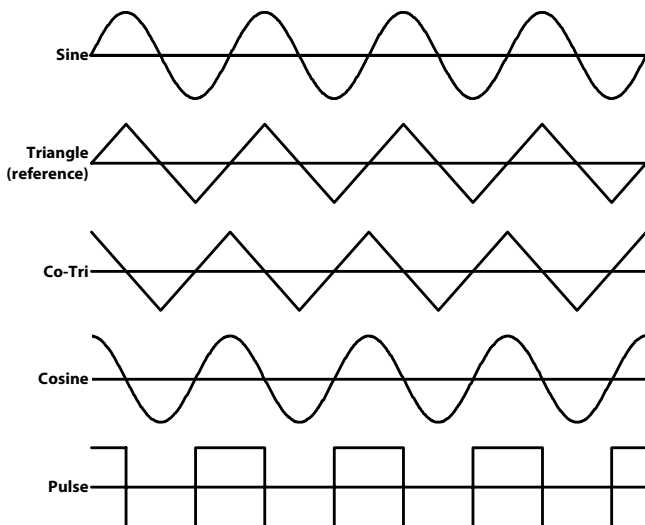

Abb. 4 Die 4 LFO Wellenformen
Die Wellenformen liegen an den **Buchsen (12)-Rechteck, (14)-Dreieck, (16)-Co-Dreieck, (17)-Cosinus, (18)-Sinus** an. **Abb. 4** zeichnet diese Kurven nach und stellt sie phasenmäßig ins Verhältnis.